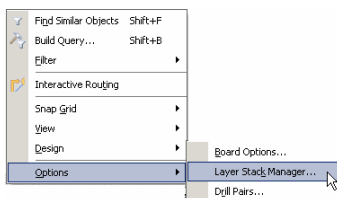
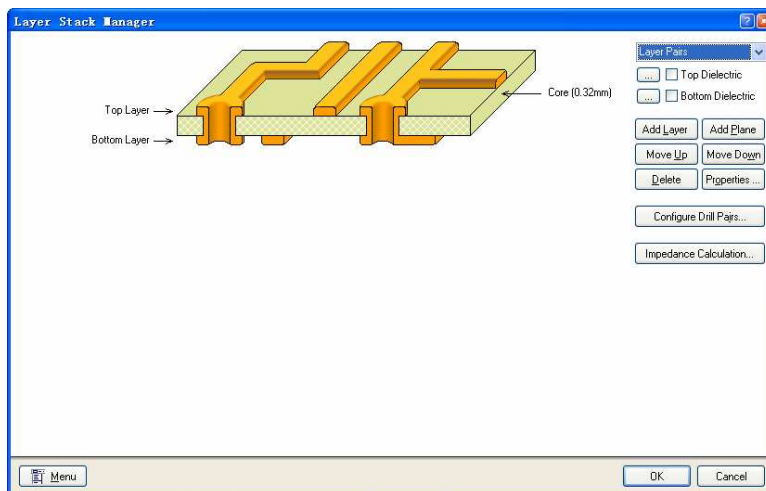
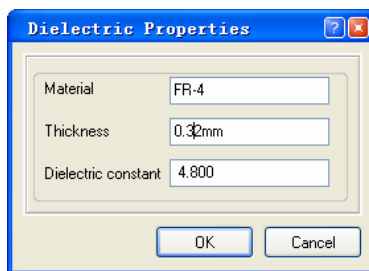

图 7.31 选择 “Options” -> “Layer Stack Manager...” 命令
图 7.32 “Layer Stack Manager” 对话框
图 7.33 “Dielectric Properties”对话框
(1) 在主菜单中选择 “Design” -> “Layer Stack Manager...” 命令，或者在工作区单击鼠标右键，在弹出的菜单中选择 “Options” -> “Layer Stack Manager...” 命令，如图 7.31 所示，打开如图 7.32 所示的 “Layer Stack Manager” 对话框。
(2) 在如图 7.32 所示的 “Layer Stack Manager” 对话框中选择 “Core (0.32mm)”，单击 “Properties” 按钮，或直接双击 “Core (0.32mm)”，打开如图 7.33 所示的 “Dielectric Properties” 对话框。
如图 7.33 所示的“Dielectric Properties”对话框用于设置 PCB 板中的绝缘层的参数，其选项的具体功能如下。